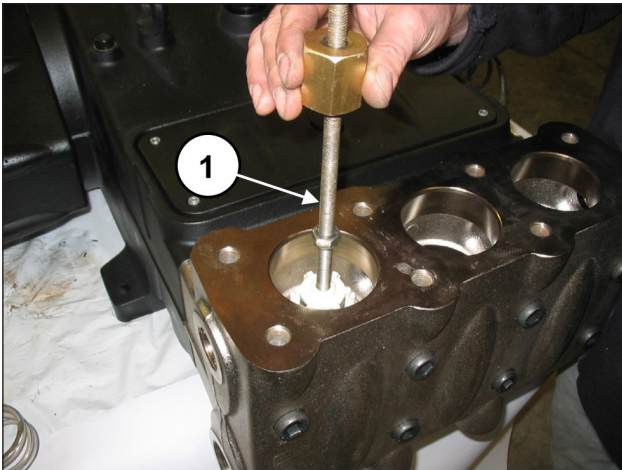

Abb. 82
Entfernen Sie die Druckventilgruppe mithilfe eines Abziehers mit Schlagwerk an der Bohrung M10 der Ventilführung (Pos. ①, Abb. 82).